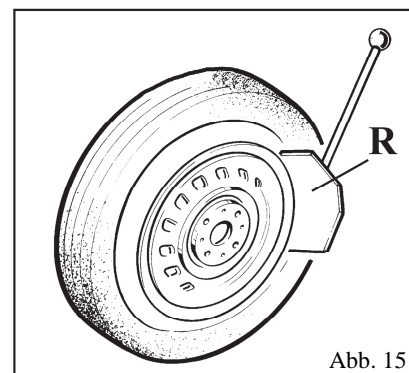

Abb. 15
- Das Rad gegen die Gummhalter auf der rechten Seite der Reifenmontiermaschine (S) positionieren.
- Den Abdrücker (R) in einem Abstand von ca. 1 cm von der Felge gegen den Wulst des Reifens anlegen (Abb. 15). Achten Sie auf die Schaufel, die korrekt auf den Reifen und nicht auf die Felge drücken muss.
- Das Pedal (U) drücken, um den Abdrücker zu aktivieren, und loslassen, wenn die Schaufel das Ende ihres Hubs erreicht hat oder jedenfalls am Ende des Abdrückvorgangs.